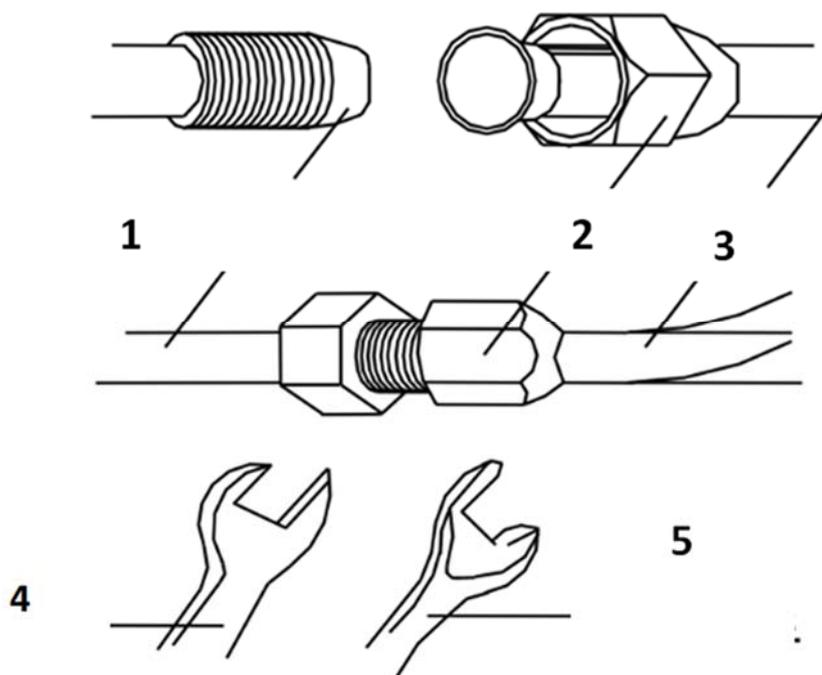

Imagen 8
5. El radio de curvatura de la tubería no puede ser demasiado pequeño, de lo contrario la tubería podría romperse o agrietarse. Por lo tanto, los instaladores deben utilizar un doblador de tubos al doblar los tubos. (Ver Imagen 8 y Tabla 2)